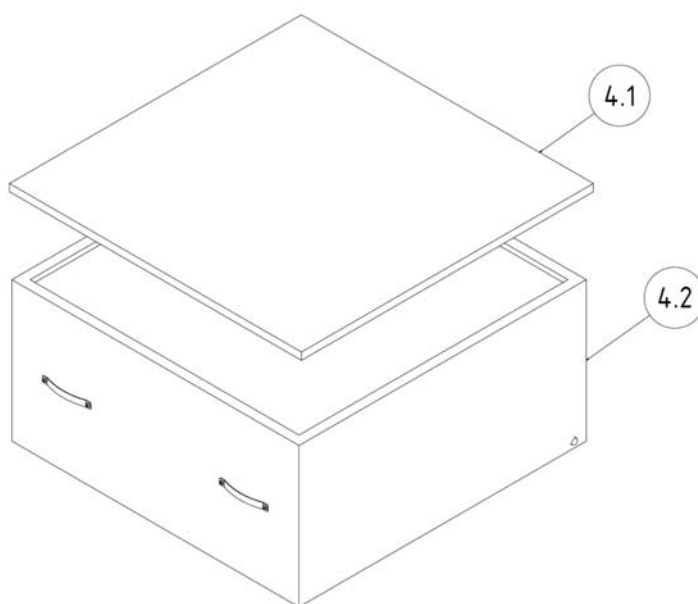

Рисунок 6, Структура фильтра
- Осторожно изымите из фильтра вставленный в него модуль предварительной фильтрации (рис. 6, п. 4.1) таким образом, чтобы не разлеталась пыль, и положите его на рабочий стол.
- Слегка приподнимите главный фильтр (см. рис. 6, поз. 4.2) спереди за тесемки, чтобы освободить уплотнение от опорной поверхности, и извлеките его примерно на 2/3 из корпуса фильтра так, чтобы пальцы фильтра лежали на боковых направляющих профилях.